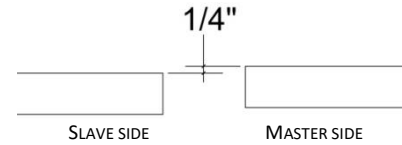

FIGURE 15 : COMPARATIVE HEIGHT
10. SLAVE SWING ARMS MUST BE 1/4 "OR (-) LOWER THAN THE MASTER LIFTING ARMS. **SEE FIGURE 15.**